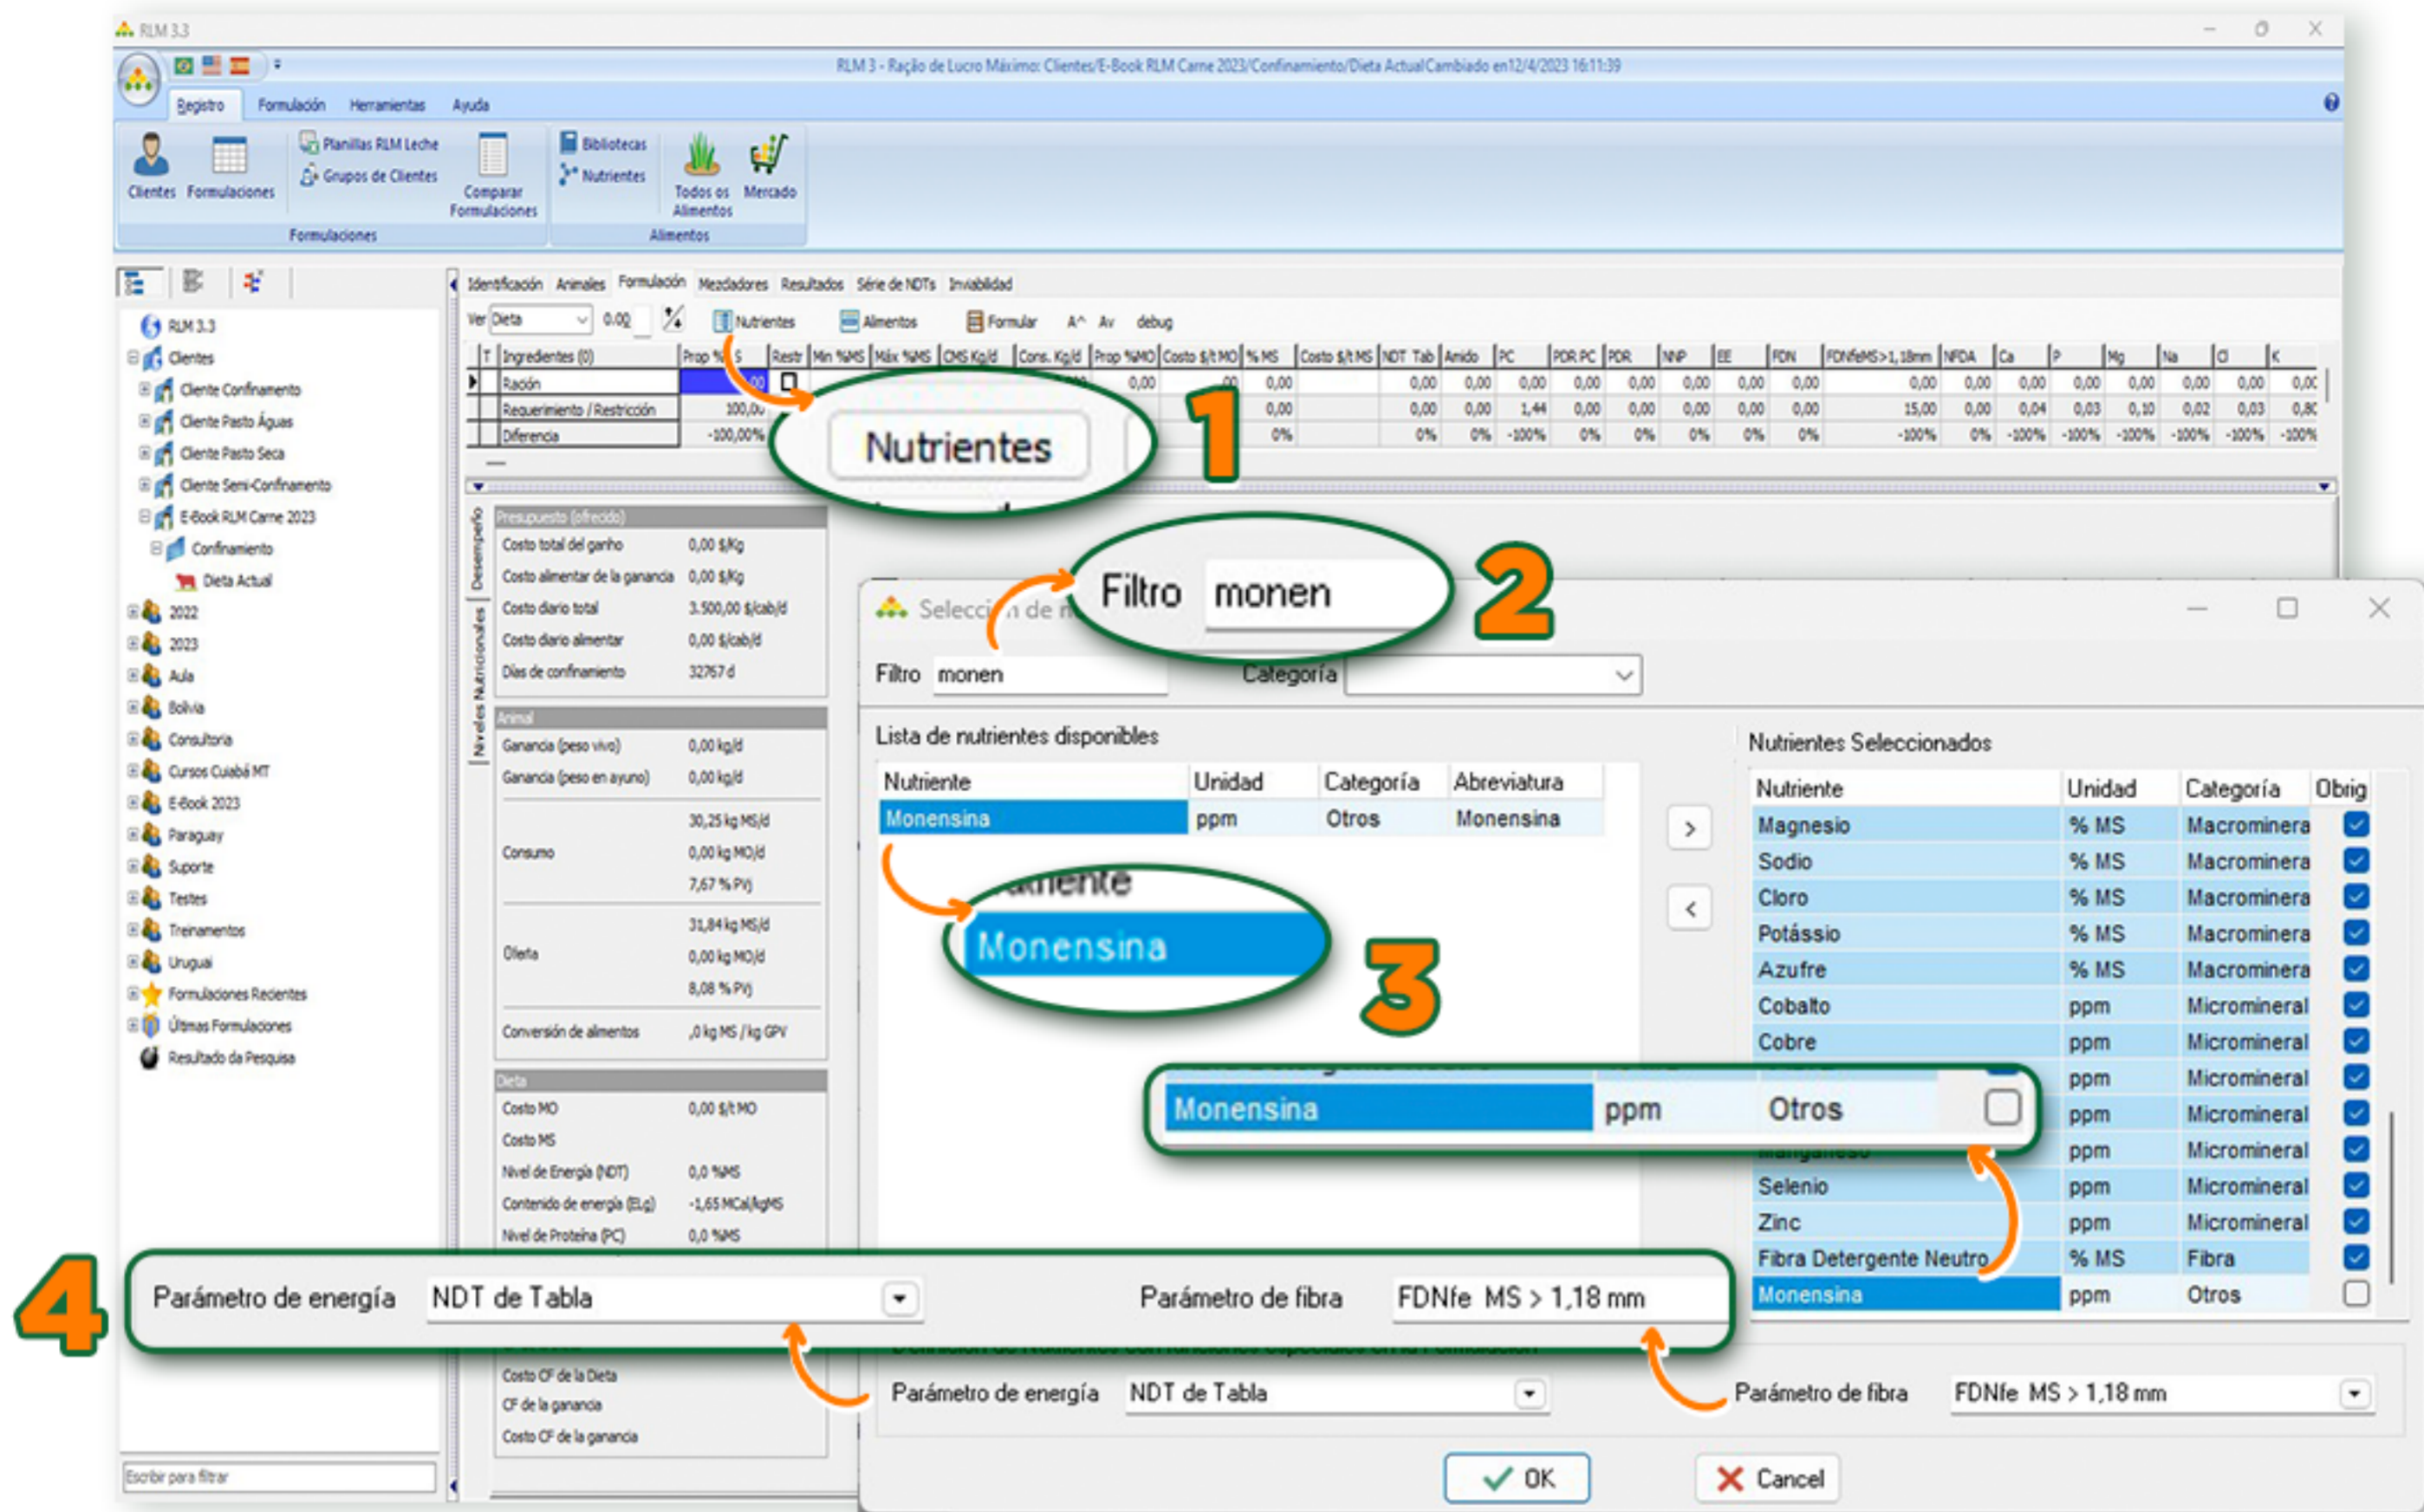

FIGURA 1.8 - NUTRIENTES ADICIONALES PARA FORMULACIÓN
Con la nueva formulación insertada, en la sección de nutrientes (1), podemos incluir algunos nutrientes "adicionales" para verificación de dosificación futura (Figura 1.8). Es posible verificar que algunos nutrientes están predeterminados como obligatorios, pero otros no. Agregue monensina a los nutrientes seleccionados utilizando el filtro de búsqueda (2) para facilitar su selección. Aunque la monensina no es un nutriente, en RLM, este es el lugar apropiado para insertar aditivos y otros nutrientes de su elección (3).
Modifique todos estos valores directamente en la formulación, teniendo en cuenta que este cambio no modifica el valor del nutriente en la biblioteca de alimentos, solo en la hoja de cálculo de la formulación. Es importante señalar que el valor de FDNMS >1.18 será la métrica de fibra elegida, tal como se seleccionó previamente en la ventana de nutrientes (Figura 1.8). A continuación, se muestra un análisis completo del silaje de maíz proporcionado por el laboratorio de análisis bromatológicos de la ESALQ en Piracicaba, São Paulo, Brasil.